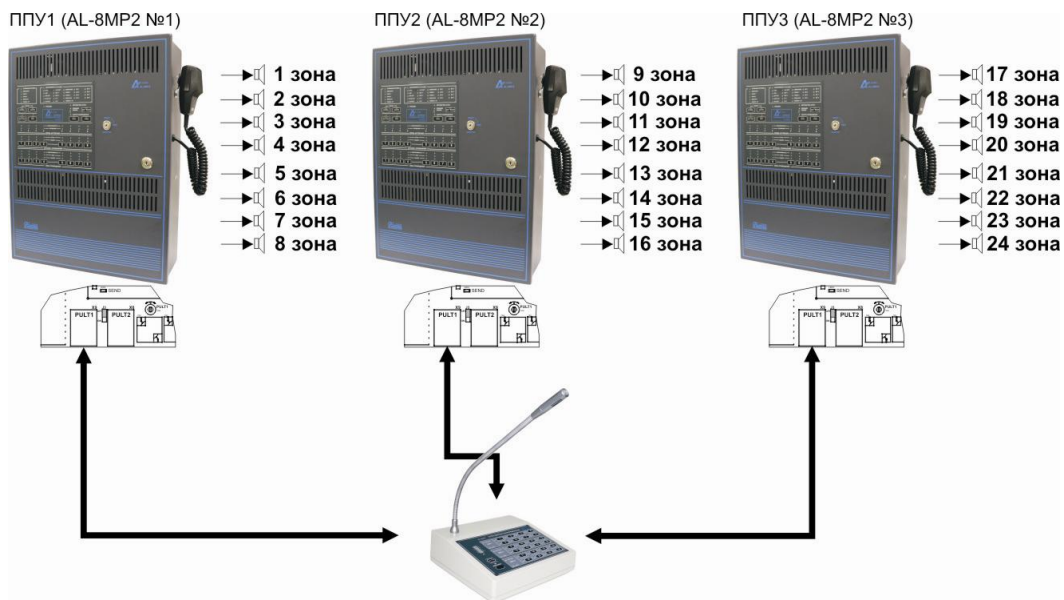

Рис. 3. Пример подключения одного пульта AL-C24 к трем ППУ AL-8MP2.
**Важно:** Если к ППУ AL-8MP2 подключен только один микрофонный пульт (см. рис.3), то пульт AL-C24 должен иметь адрес №1 и быть подключен к разъему «PULT1». Перемычка J3 в ППУ AL-8MP2 должна быть установлена в положение «ON».